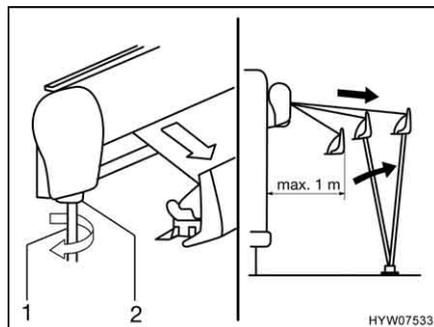

Fig. 42 Estrazione della tenda
- Inserire la manovella (Fig. 42,1) nel supporto a baionetta (Fig. 42,2) della tenda e girarla in senso antiorario. La tenda si apre dopo un paio di rotazioni.